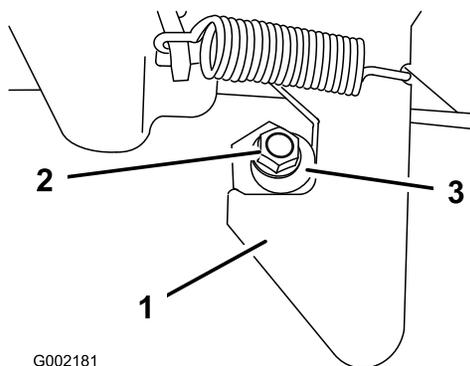

Figura 28
1. Allentate il dado sull'estremità della colonnetta di ancoraggio (Figura 28).
2. Girate la colonnetta di ancoraggio in senso orario finché non si trova saldamente contro il dispositivo di chiusura, quindi serrate il dado (Figura 28).